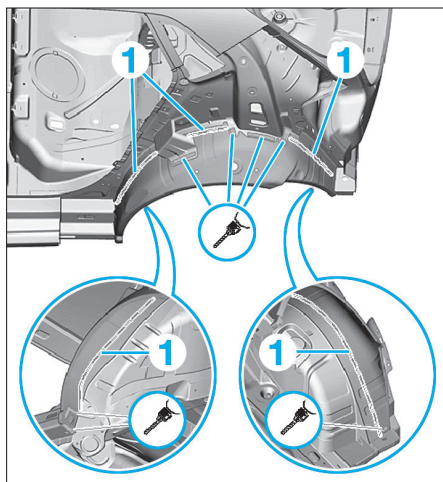

FIG. 119
- Découper le passage de roue arrière extérieur en (1) puis le dépointer (Fig.119).